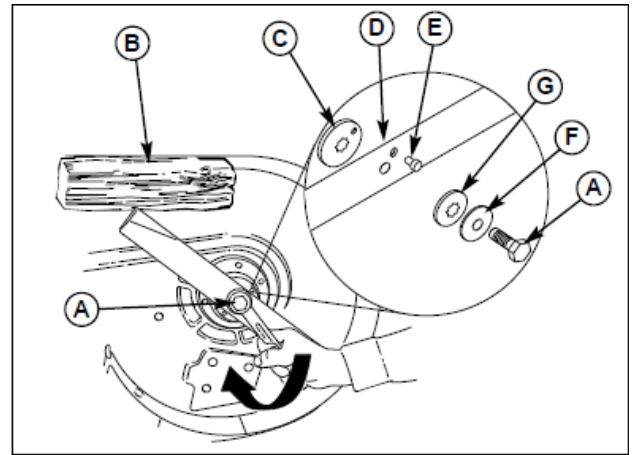
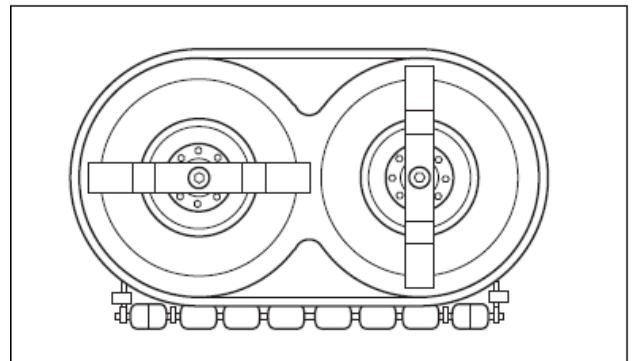

図 27 40”モアのブレード取り付け
図 28 ブレードタイミングの確認
40” モア: キャップスクリュー(図 27 の A)、スプリングワッシャ(F)、スプラインワッシャ(G)、アライメントピン(E)、ブレード(D)を外します。ブレードアダプタ(C)は外さないでください。
40” モア: 刃が図 28 のように互いのブレードに対して垂直であることを確認してください。異なっている場合、このセクション内の「ブレードタイミング」を行ってください。スプラインワッシャ(図 27 の G)、スプリングワッシャ(F)、キャップスクリュー(A)を取り付け木片(B)で固定してキャップスクリュー(A)を61-75N.mのトルクで締めます。
2. モアデッキをひっくり返して、ブレードの位置を確認してください。ブレードは、図 28 で示すように互いのブレードに対して垂直となっていないかもしれません。異なっている場合、ステップ 3 に進行してください。
3. 木片(図 27 の B)をブレードの固定用として用いキャップスクリュを緩めます。
4. キャップスクリュ(図 27 の A)、スプリングワッシャ(F)、スプラインワッシャ(G)を外します。
5. アライメントピン(図 27 の A)を外します。ブレード(D)を手で回して図 28 のように直角となるようにします。この場合、ブレードアダプタ(C)を外して回してブレードホールに合わせます。
6. アライメントピン(E)、スプラインワッシャ(G)、スプリングワッシャ(F)、キャップスクリュ(A)を取り付けます。木片(図 27 の B)を用いてブレードを固定してキャップスクリュ(A)を 61-75N.m.のトルクで締めます。